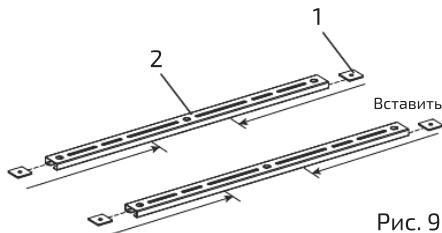

Рис. 9
1. Вставить две квадратные гайки (1) в слоты с каждого конца вспомогательных монтажных кронштейнов (2) и передвинуть их на середину вспомогательных монтажных кронштейнов (рис. 9).